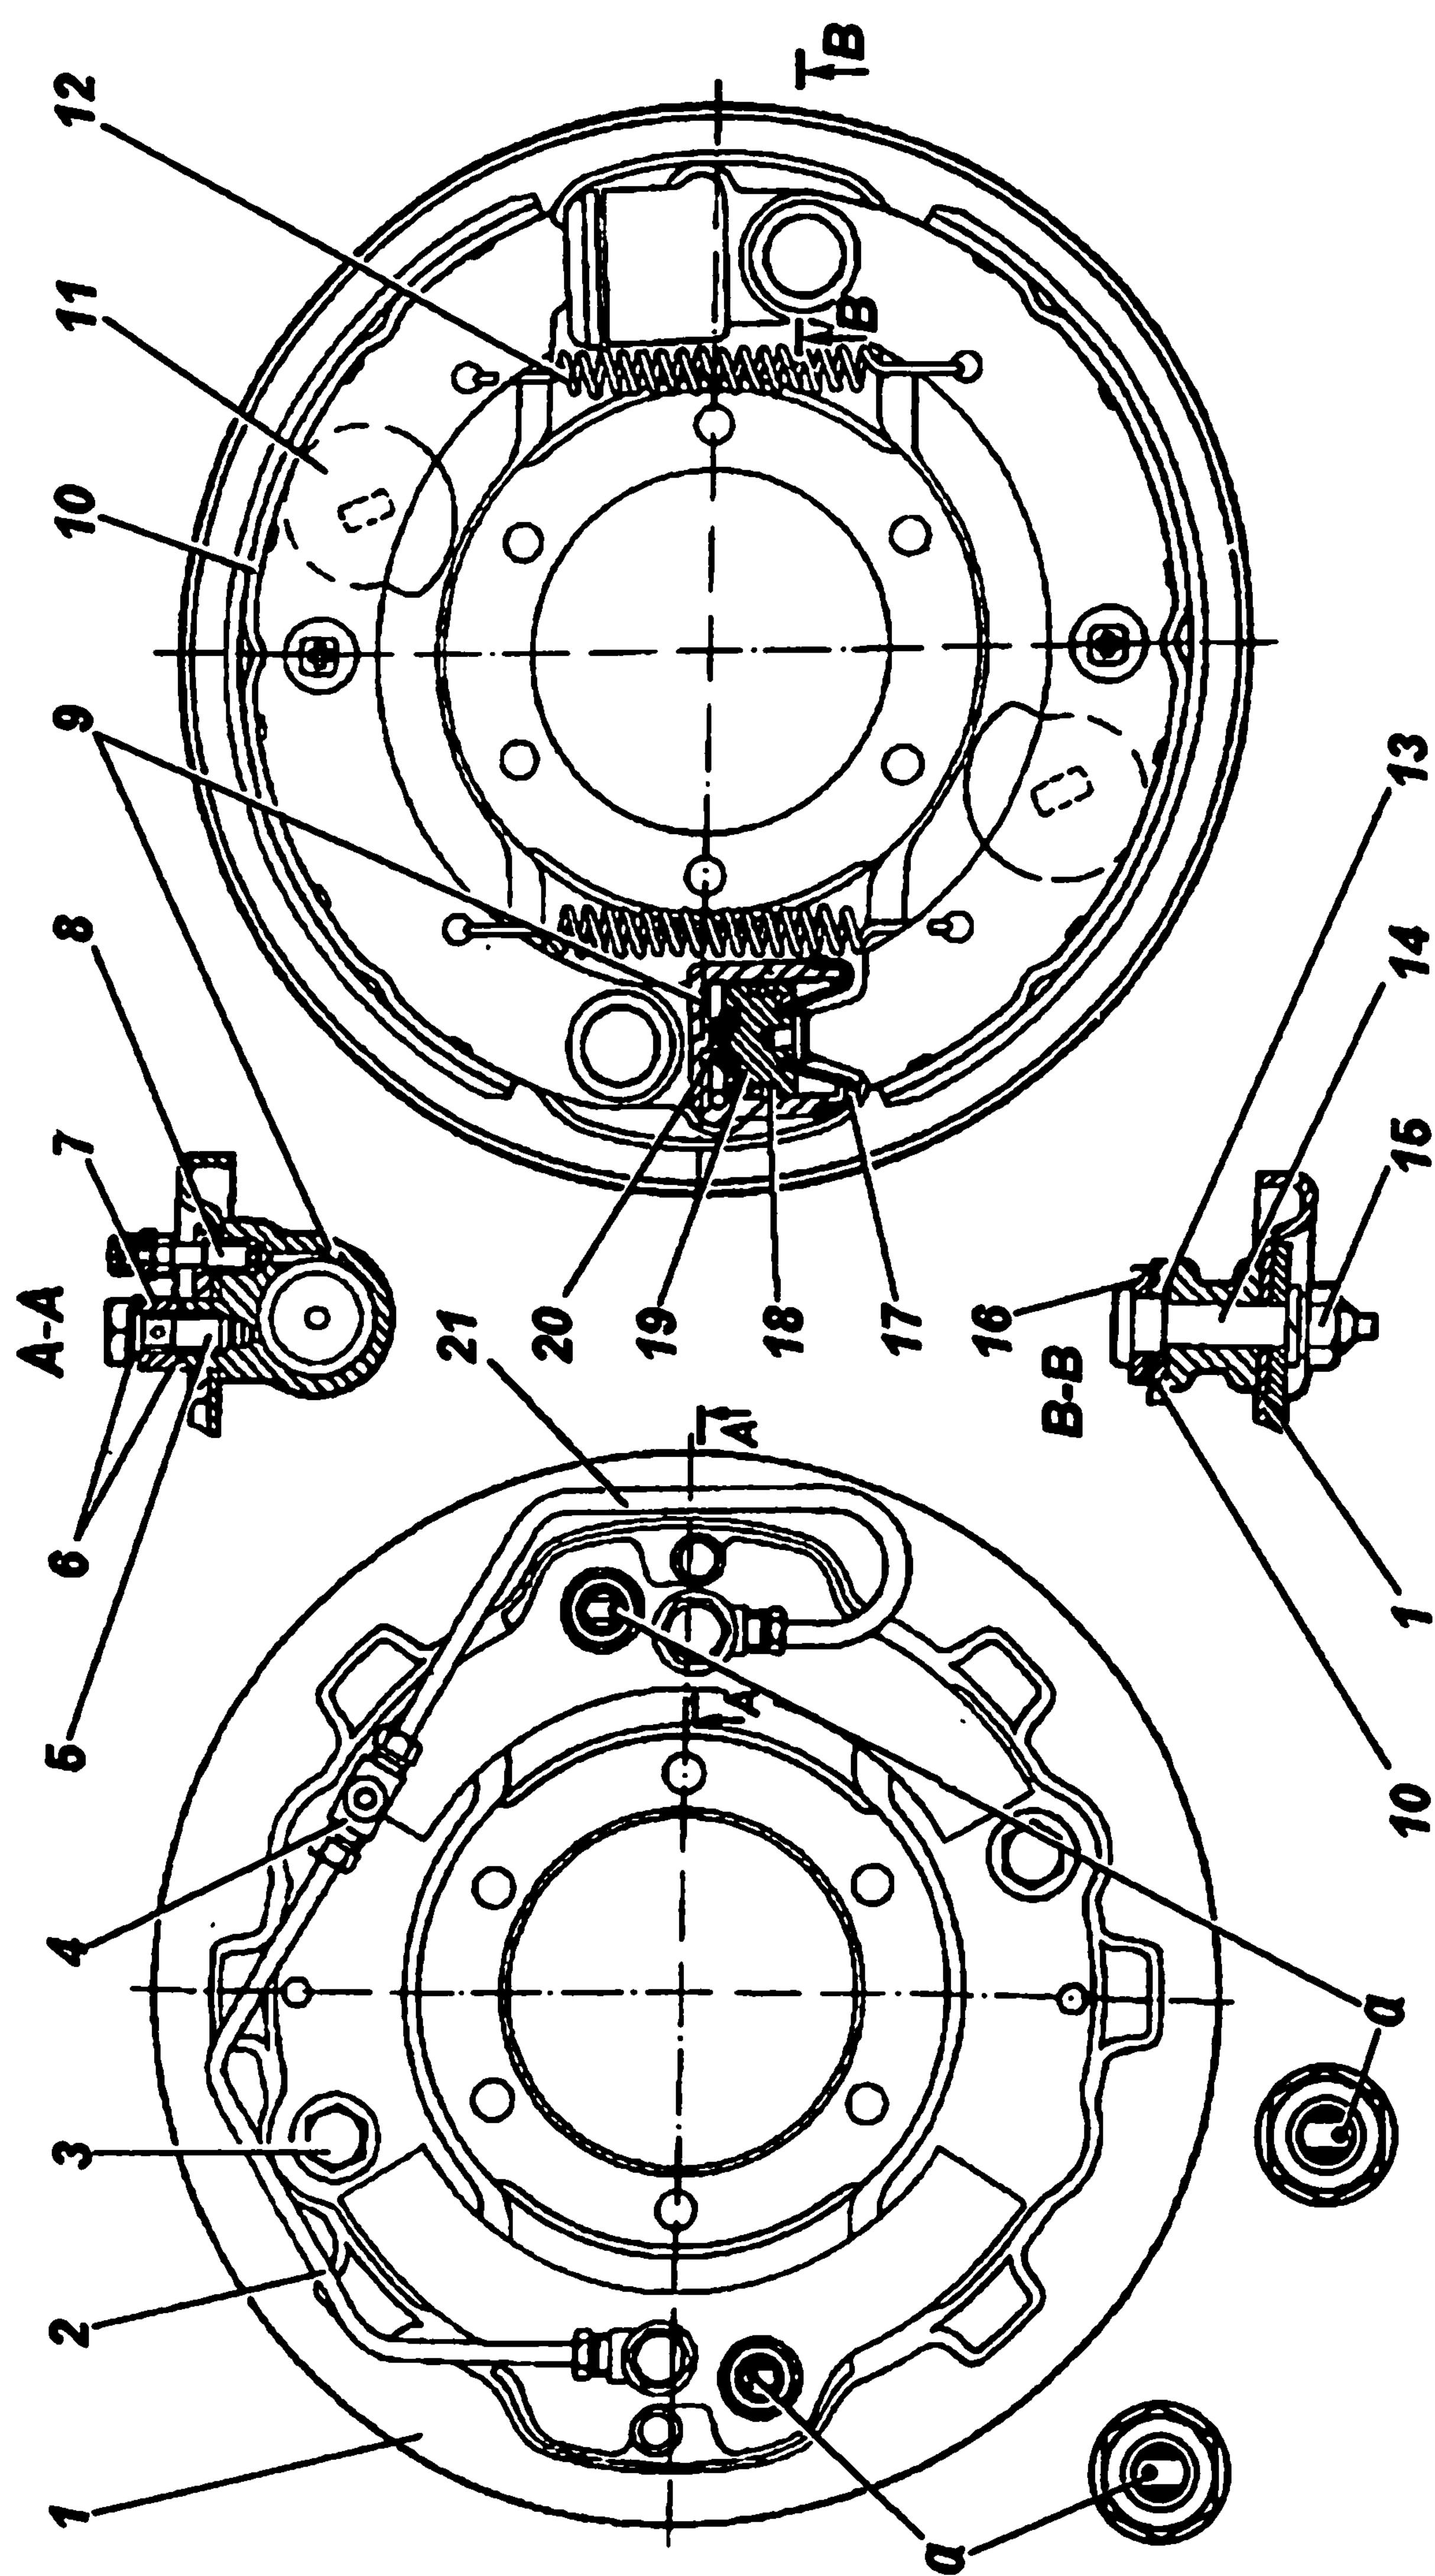
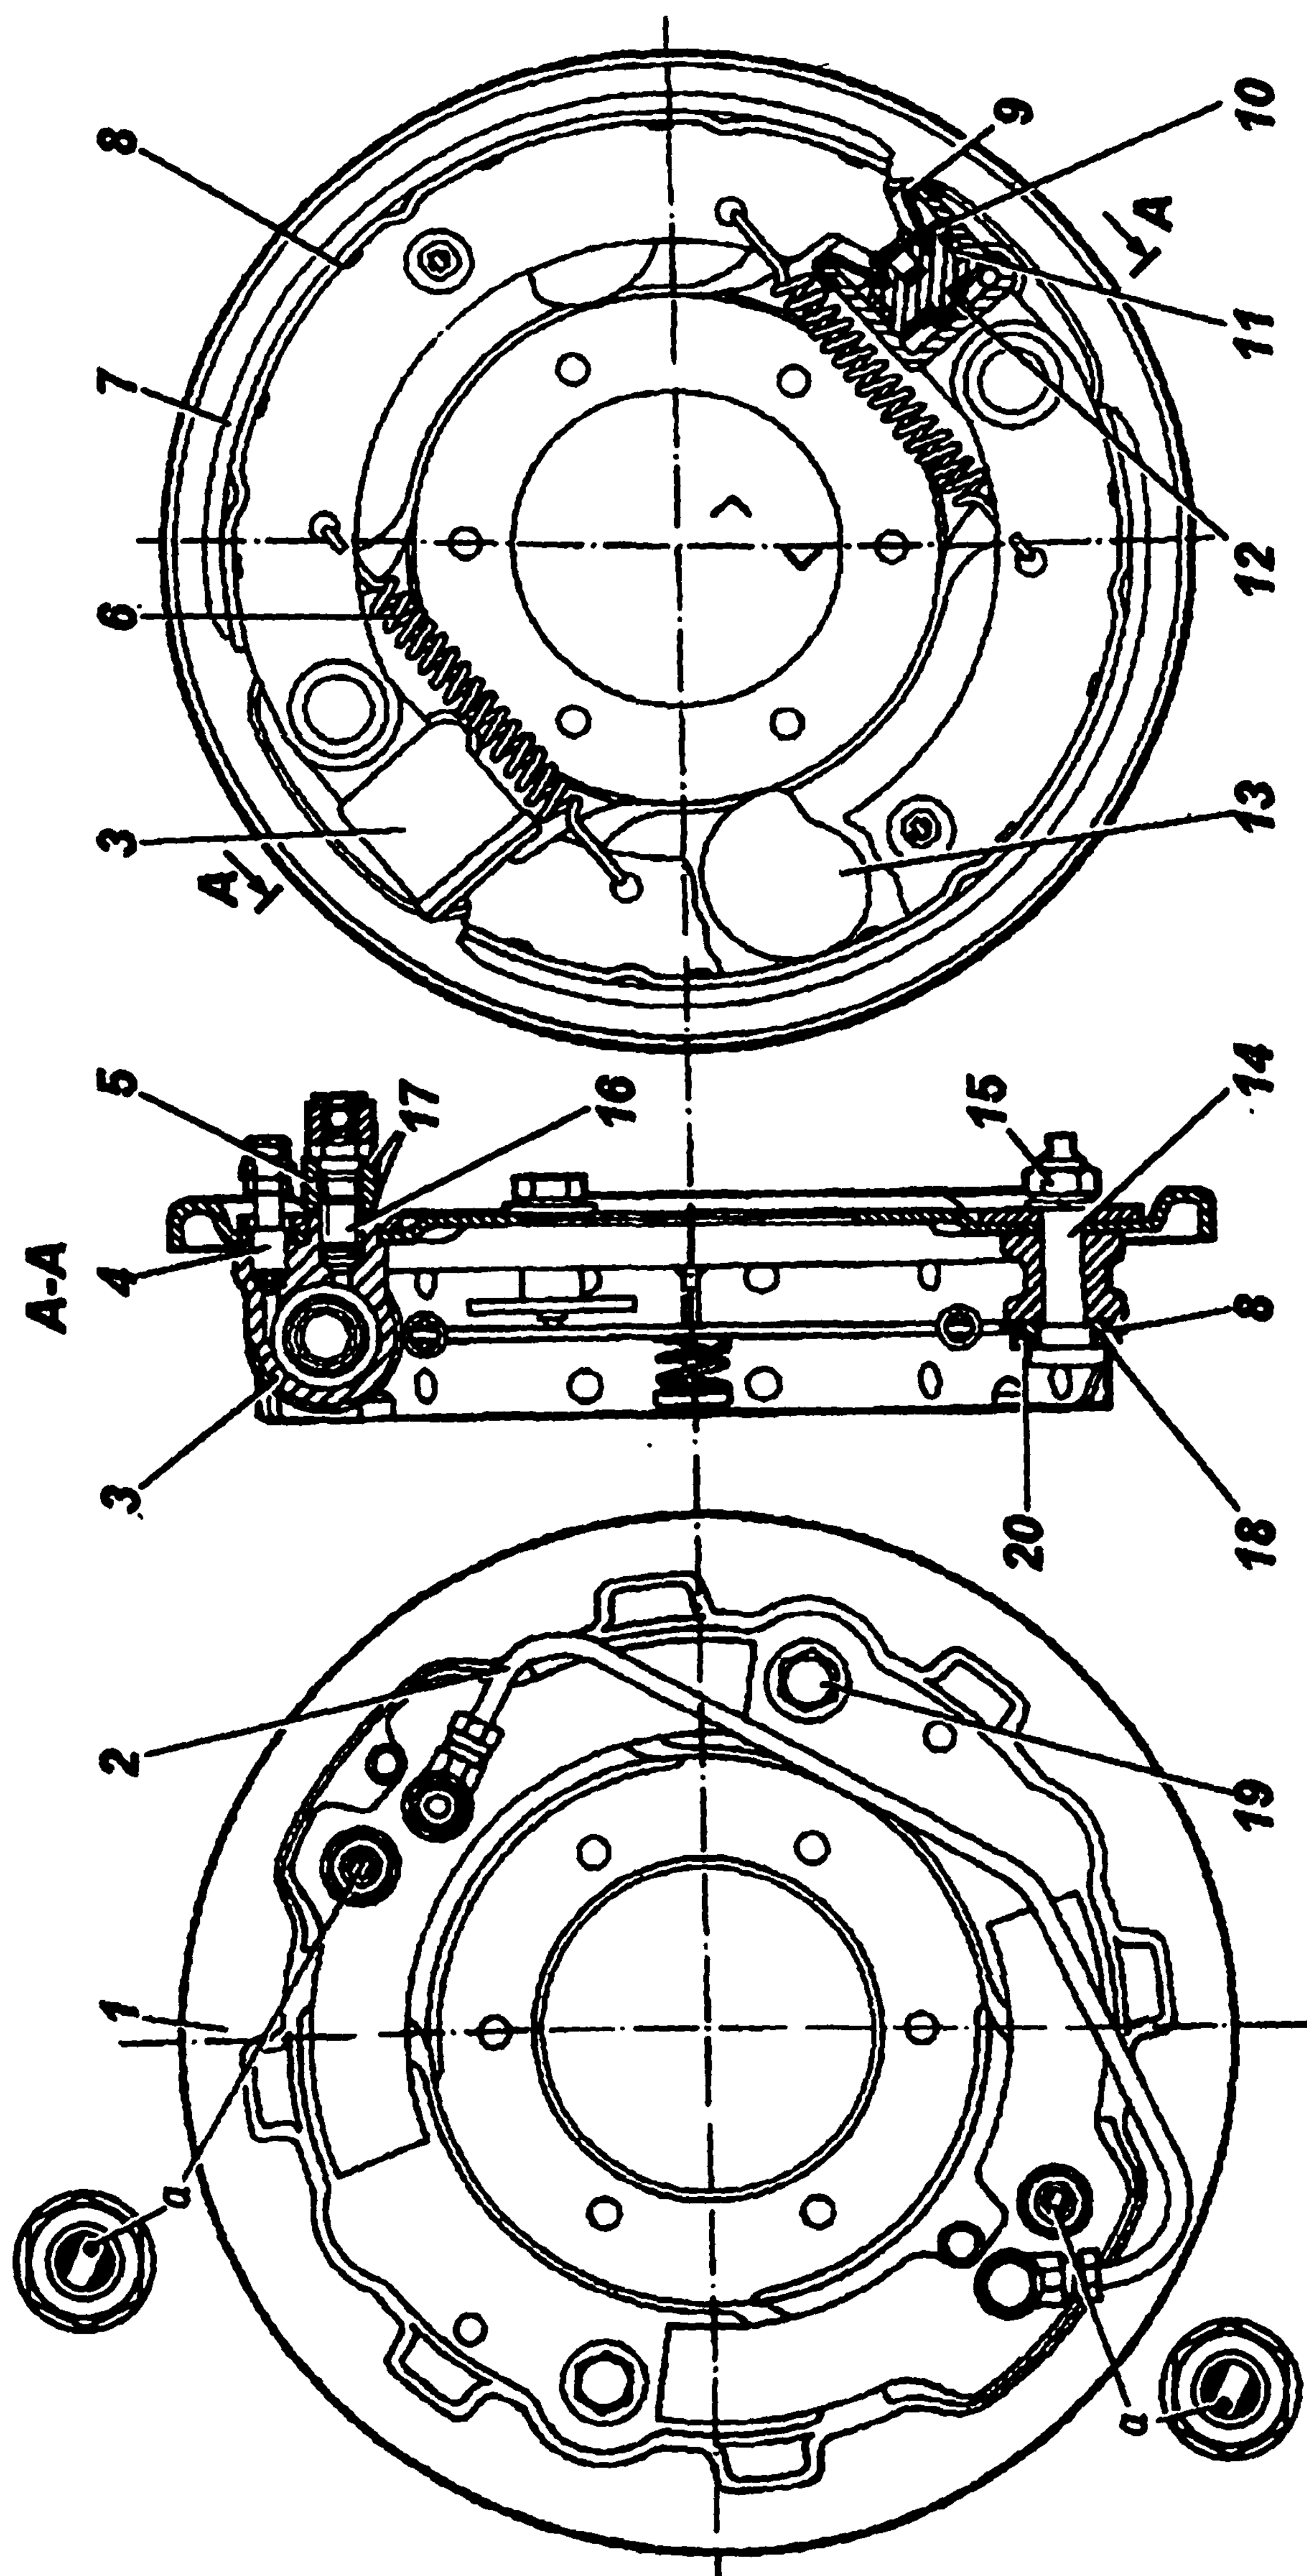

Рис. 98. Тормоз переднего колеса автомобиля УАЗ-3151:
Рис. 99. Тормоз переднего колеса автомобилей УАЗ-31512, УАЗ-31514, УАЗ-31519:
Тормоз переднего колеса автомобиля УАЗ-3151 показан на рис. 98, а автомобилей УАЗ-31512, УАЗ-31514, УАЗ-31519 - на рис. 99. Передние тормоза этих автомобилей отличаются щитами, имеющими разные выштамповки, комплектацией цилиндрами и соединительными трубками цилиндров, а также рабочим положением цилиндров.
На щите 1, 1 (рис. 98, 99) с помощью опорных пальцев 14 и 14 и гаек 15 и 15 закреплены два колесных цилиндра 9 и 3. На опорных пальцах выполнены эксцентрики, на которые установлены латунные опорные втулки колодок.
При правильной установке колодок с неизношенными накладками и тормозным барабаном метки на опорных пальцах (керны на наружных торцах) должны быть расположены, как показано на рис. 98 и 99, или с отклонениями от этого положения в ту или другую сторону до 50°.
эксцентрики устанавливается необходимый зазор между колодками и барабаном. От бокового смещения колодки удерживаются выштамповками в щите и пружинами, установленными в средней части колодок (рис. 98 и 99).
2. Ослабить гайки опорных пальцев и установить опорные пальцы в начальное положение (метки на торцах опорных пальцев должны быть расположены, как указано на рис. 98, 99, 100).